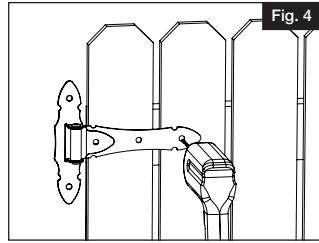

Fig. 4
- c. Taladre agujeros guía de 7/32" en el portón (Fig. 4).